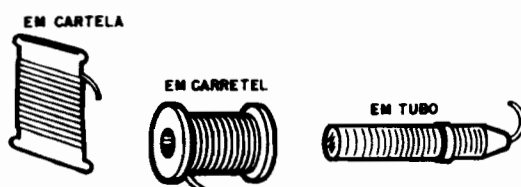

Fig. 11
- **FIG. 11** - Embalagens ou apresen-
tações costumeiras do "fio de solda". Tão importante quanto usar o ferro correto, e adotar os procedimentos aqui enumerados, é trabalhar com uma solda específica para Eletrônica. O pequeno tamanho dos componentes e terminais, o baixo calibre dos fios, a necessidade de ligações rápidas, sem o desenvolvimento de muito calor, obriga-nos ao uso de solda fina, de baixo ponto de fusão (quer dizer, uma liga que se derrete, funde, sob temperaturas não muito elevadas...). Conforme ilustra a fig. 11, no varejo de eletrônica o Leitor/Aluno encontrará facilmente a solda específica em CARTELAS (normalmente com 1 metro de solda), em CARRETEL (com 1/2 quilo ou 1 quilo) ou em TUBOS ("provedores"), sendo esse último sistema de uso bastante prático, pois a própria embalagem serve como "segurador" e "muniçador" de solda durante a operação de soldagem (os tubos, normalmente, contêm 4 ou 5 metros de solda).